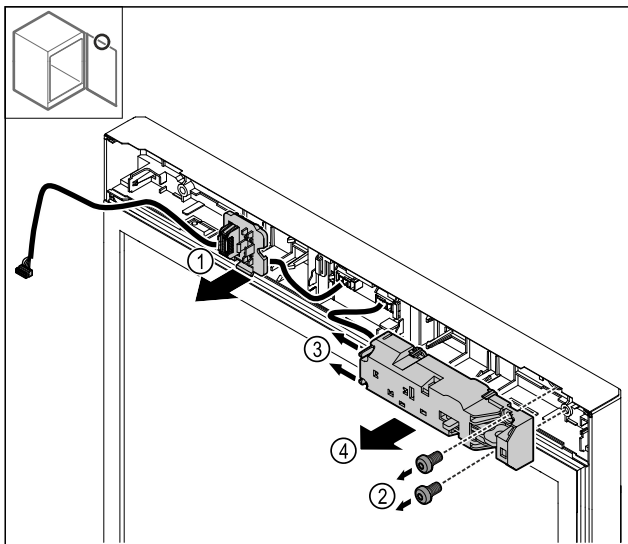

Fig. 27
- ▶ Stekkerhouder Fig. 27 (1) losklikken.
- ▶ Schroeven Fig. 27 (2) verwijderen.
- ▶ Vergrendelingslipjes Fig. 27 (3) opzij duwen en het elektrische slot Fig. 27 (4) wegnemen.